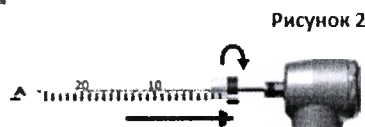

Рисунок 2
20. Поставьте XP-endo Finisher в режим вращения и боковым движением удалите его из трубки, чтобы убедиться, что XP-endo Finisher остается прямым (Рисунок 2). Выключите вращение.